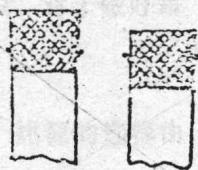

图 2-1 塞子的配置
(1) 塞子大小的选择 塞子的大小应与仪器的口径相适合，塞子进入瓶颈或管颈的部分不能少于塞子本身高度的 $\frac{1}{2}$ ，也不能多于 $\frac{2}{3}$ ，如图 2-1 所示。